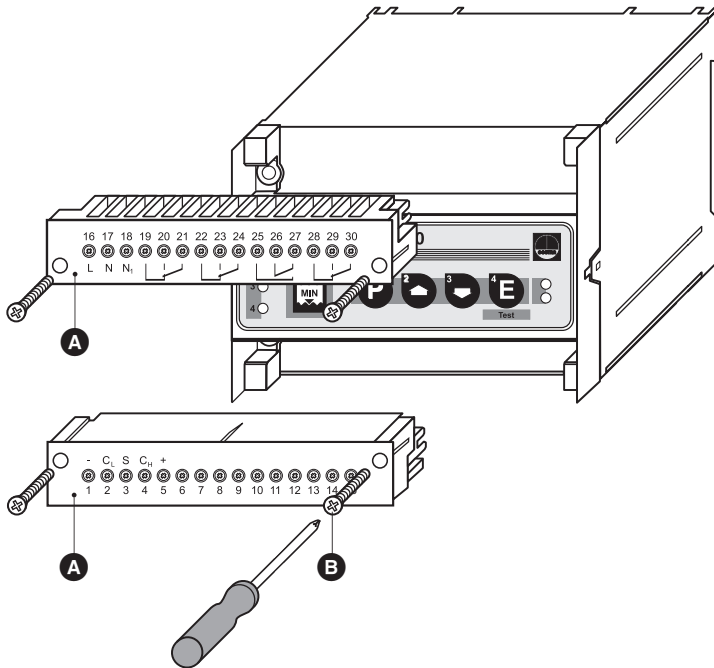

Fig. 6
- Jeśli konieczna jest wymiana przełącznika poziomu, należy odłączyć listwę zaciskową **A** (patrz **Fig. 6**).